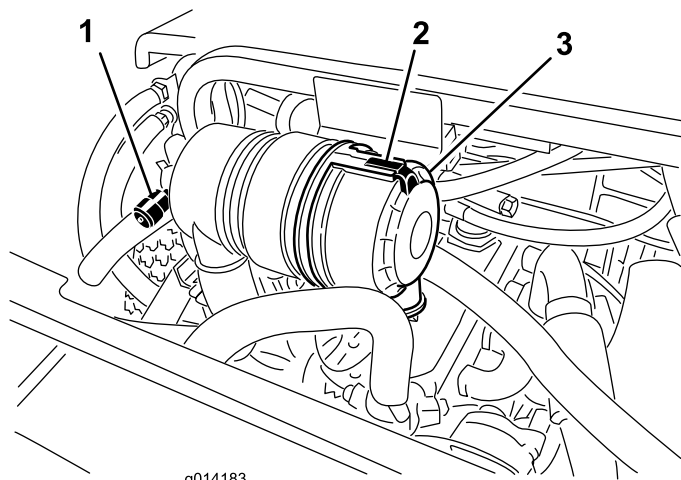

Figura 43
Effettuate la manutenzione del filtro dell'aria quando l'indicatore (Figura 43) lo richiede. Sostituendo il filtro dell'aria prima del necessario si aumenta il rischio che la morchia penetri nel motore quando si toglie il filtro.
1. Liberare il fermo che fissa il coperchio del filtro dell'aria al relativo corpo (Figura 43).